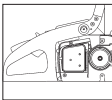

Fig. 3D
3. Drehen Sie die Justierschraube (D) mit einem Schraubenzieher ENTGEGEN DEM UHRZEIGERSINN, bis die ANGEL (E) (herausstehende Spitze) sich am Ende ihrer Schiebetracke in Richtung Kupplungswalze und Zahnrad befindet (Abb. 3D).